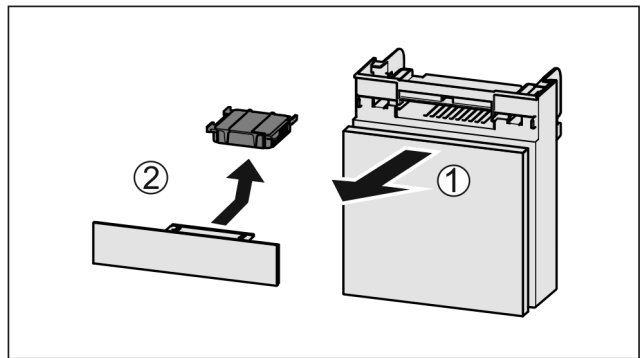

Fig. 181
- ▶ Fach nach vorne herausziehen Fig. 181 (1).
- ▶ Aktivkohlefilter entnehmen Fig. 181 (2).